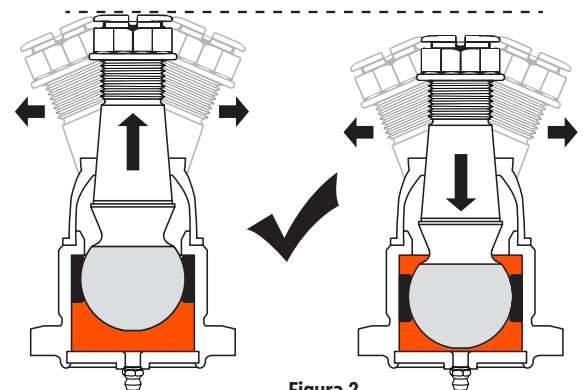

Figura 2
- La junta esférica frontal superior Mevotech TTX TXMS25519 presenta un movimiento deslizante y giratorio entre el perno y la caja para compensar la variación en el conjunto del eje. Esta es operación normal. **Vea la Figura 2.**